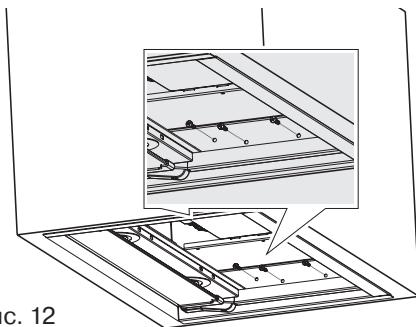

Рис. 12
3. Установите вытяжку через монтажные отверстия на короткой стороне справа и слева, на 3 шт. саморезов 3.9x16 к шкафу (рис. 12).